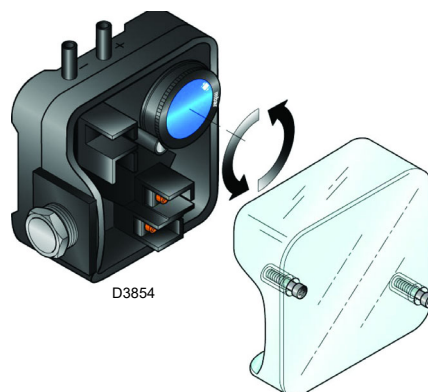

Fig. 26
- Regolare il pressostato aria all'inizio scala (Fig. 26 a pag. 26).
Eseguire la regolazione del pressostato aria dopo aver effettuato tutte le altre regolazioni del bruciatore con il pressostato aria regolato a inizio scala (Fig. 26).